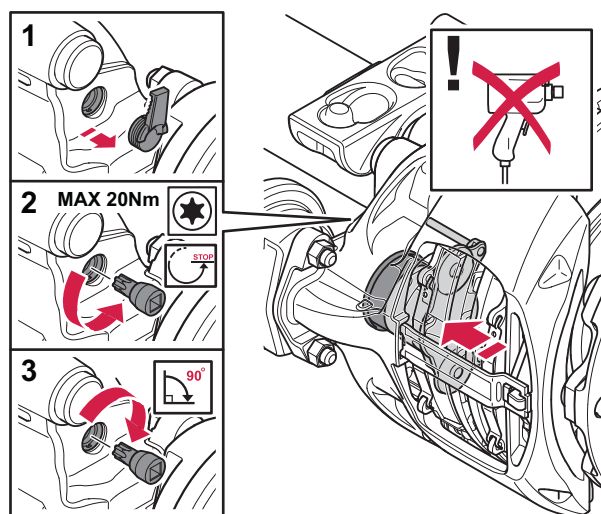

Figura 31. Desajustar la placa de empuje mediante el eje de reposición
2. Quite el tapón protector del eje de reposición. Véase la figura 31.